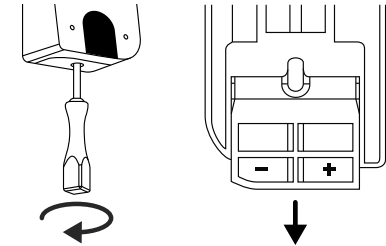

Abb. 3
- ! **Hinweis:** Den Administratorcode, sofern noch nicht von Ihnen geändert, finden Sie auf dem QR-Code Aufkleber, welcher dem secuENTRY Zylinder beiliegt (Abb. 3). Wie Sie einen Benutzercode anlegen, erfahren Sie im Kapitel „Benutzer anlegen und verwalten“ auf Seite 7.
- 3 Entfernen Sie die Schraube aus der Unterseite der Tastatur mit dem im Lieferumfang beiliegenden Tx8-Schraubendreher und ziehen Sie das Batteriefach nach unten heraus (Abb. 3).